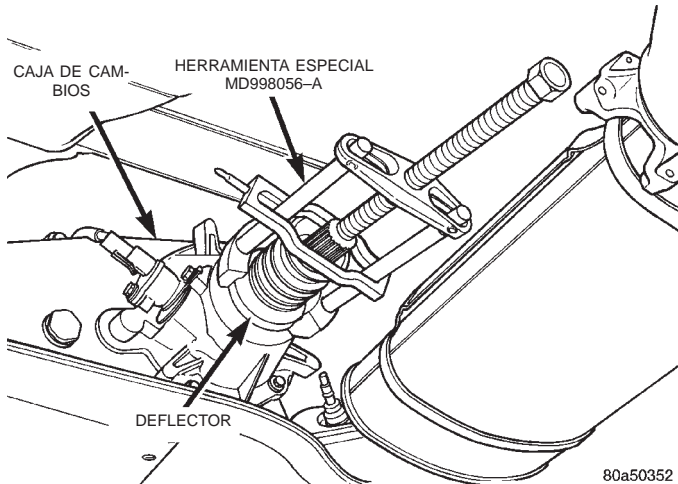

Fig. 8 Desmontaje del deflector trasero
(3) Retire la funda fuelle del eje transmisor del deflector y el eje transmisor.
(4) Con el extractor MD-998056-A, retire el deflector trasero (Fig. 8).